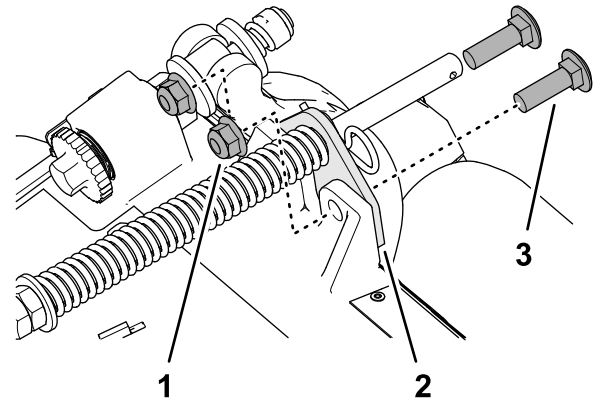

図 13
- 2. ターフ補正器用ブラケットをカッティングユニットのフレームに固定しているフランジロックナット $\frac{3}{8}$ "2個、キャリッジボルト $\frac{3}{8}$  x 1- $\frac{1}{4}$ "2本を外す 図 13。